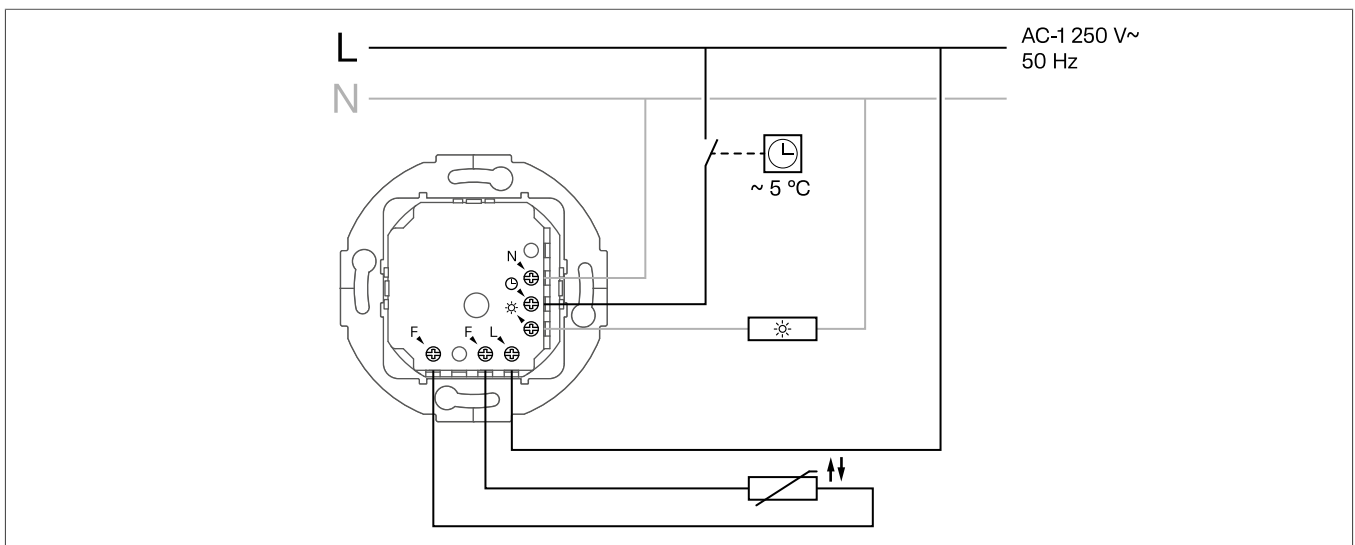

Bild 3: Anschlussplan
- 1 Regler (1) gemäß Anschlussplan (Bild 3) verdrahten.